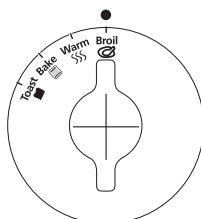

Figura 2
3. **Perilla para Seleccionar la Función** – Seleccione la función de cocción al girar la perilla a la función deseada. (Ver Figura 2)